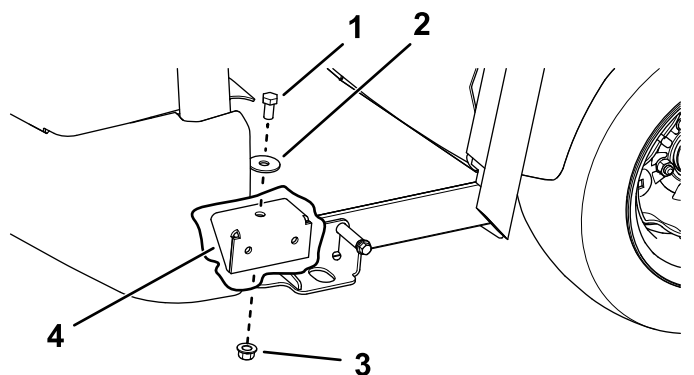

Figure 27
- Fixez les pattes de montage avant de la cabine de chaque côté à l'aide de d'un boulon à tête hexagonale ($\frac{7}{16}$ "), une rondelle de butée et un contre-écrou ($\frac{1}{2}$ ") (Figure 27).